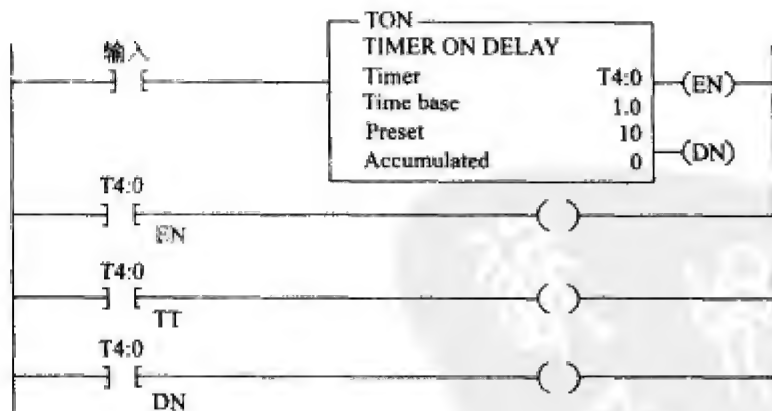

图 7-35
8. 研究图 7-35 所示的通延时定时器的梯形图程序, 按照以下各状态, 确定定时器是否复位、正在计时、完成计时或状态不存在。